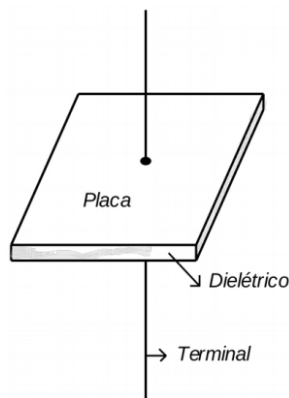

Figura 1 – Elementos de um capacitor.
O capacitor é um componente que armazena energia elétrica. É formado por duas placas condutoras, separadas por um material isolante, o dielétrico, como apresenta a Figura 1. A capacitância (C) é a capacidade que o capacitor apresenta de armazenar mais ou menos cargas elétricas (Q) por unidade de tensão (V),  $C = Q/V$ . Quando se aplica uma tensão igual a 1V e o capacitor armazena 1 Coulomb (Q), tem-se uma capacitância igual a 1 Farad (F).